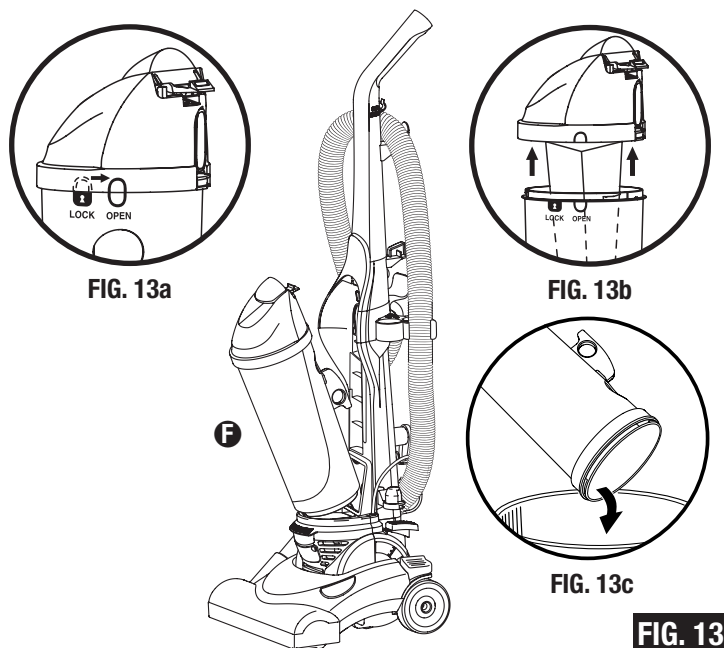

FIG. 13
Step 4: Replace Dust Bag. (Bag Style PL, 62389) (FIG. 13) Lift up the latch and pull out to release the bag container **F** from the housing. To open, turn lid counter clockwise (move to OPEN position) (FIG. 13a) then grasp the lid and pull out and away from the container (FIG. 13b). Hold the lid and pull out the dust bag to dispose. Replace with new dust bag. Place the lid back on the cup, rotating it clockwise until it points to the LOCK symbol.
Étape 4 : Remplacer le sac à poussière. (Style de sac PL, 62389) (FIG. 13) Soulever le verrou et le tirer pour libérer le récipient à sac **F** du boîtier. Pour ouvrir, tourner le couvercle vers la gauche (mettre sur la position OPEN (ouvert)) (Fig. 13a) puis saisir le couvercle et le tirer dans le sens opposé au récipient (FIG. 13b). Maintenir le couvercle ouvert et sortir le sac à poussière afin de le mettre au rebut. Remplacer avec un sac à poussière neuf. Remettre le couvercle sur le récipient, en le tournant vers la droite jusqu'à ce qu'il soit dirigé vers le symbole LOCK (Verrouillé).
Paso 4: Reemplace la Bolsa Recolectora de Polvo. (Bolsa estilo PL, 62389) (FIG. 13) Levante el pasador y tire hacia afuera para desenganchar el recipiente de la bolsa **F** de su alojamiento. Para abrir, gire la tapa en sentido antihorario (mover a la posición OPEN (ABIERTO)) (FIG. 13a); luego agarre fuerte la tapa y tire hacia afuera lejos del recipiente (FIG. 13b). Sostenga la tapa y retire la bolsa recolectora de polvo para desechar. Reemplace con una bolsa recolectora de polvo nueva. Coloque nuevamente la tapa en su lugar, girándola en sentido horario hasta coincidir con el símbolo LOCK.